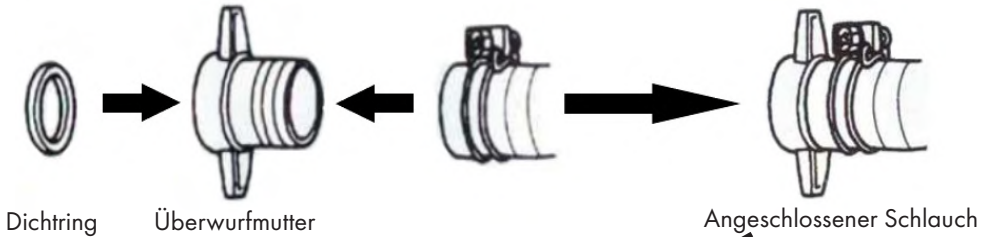

Abbildung 4
- Setzen Sie das Schlauchanschlussstück wie in Abb. 4 in die Überwurfmutter ein und platzieren Sie die Dichtung.